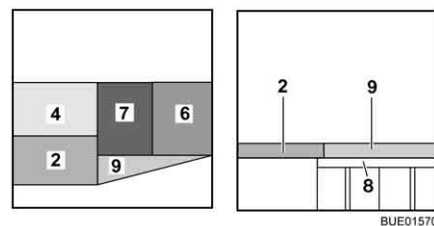

Bild 155 Efter ombyggnaden
- Lägg sittdynan (Bild 155,7) i mitten.
- Lägg ryggdynan (Bild 155,6) mellan sittdynan (Bild 155,7) och väggen.
- Lägg den extra dynan (Bild 155,9) på sängbreddningen.